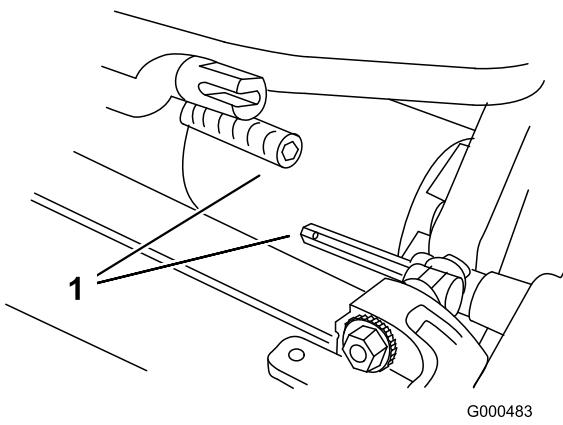

Figura 5
3. Spingete l'apparato di taglio sotto la trattice e a sinistra per innestare il giunto di trasmissione (Figura 5).